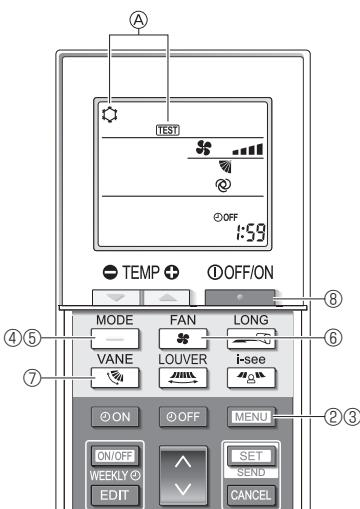

Fig. 8-5
- ① Ενεργοποιήστε την τροφοδοσία της μονάδας τουλάχιστον 12 ώρες πριν από τη δοκιμαστική λειτουργία.
- ② Πατήστε το κουμπί [MENU] για 5 δευτερόλεπτα. (Fig. 8-5)
- ③ Πατήστε το κουμπί [TEST].
Εμφανίζεται η ένδειξη ④ [TEST] (Δοκιμαστική λειτουργία) και η τρέχουσα κατάσταση λειτουργίας. (Fig. 8-5)
- ④ Πατήστε το κουμπί [ ] για να ενεργοποιηθεί η λειτουργία ψύξης και, στη συνέχεια, ελέγχετε αν εξέρχεται ψυχρός αέρας από τη μονάδα.
- ⑤ Πατήστε το κουμπί [ ] για να ενεργοποιηθεί η λειτουργία θέρμανσης και, στη συνέχεια, ελέγχετε αν εξέρχεται θερμός αέρας από τη μονάδα.
- ⑥ Πατήστε το κουμπί [ ] και ελέγχετε αν αλλάζει η ταχύτητα του ανεμιστήρα.
- ⑦ Πατήστε το κουμπί [ ] και ελέγχετε αν λειτουργεί σωστά η αυτόματη διακύμανση της κατεύθυνσης του αέρα.
- ⑧ Πατήστε το κουμπί [ ] για να διακόψετε τη δοκιμαστική λειτουργία.